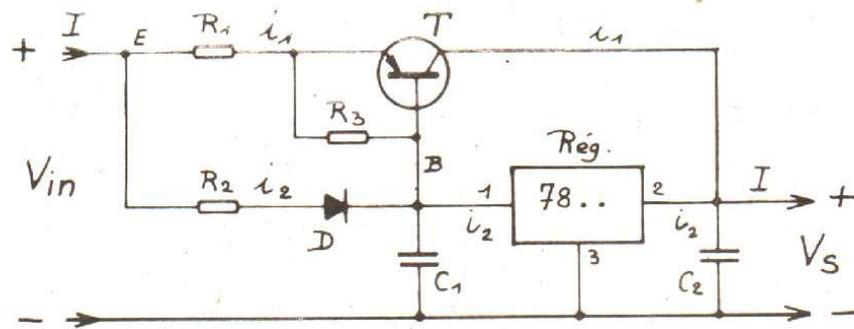
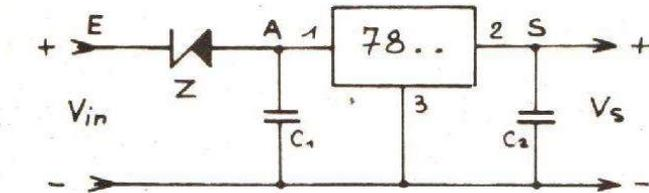
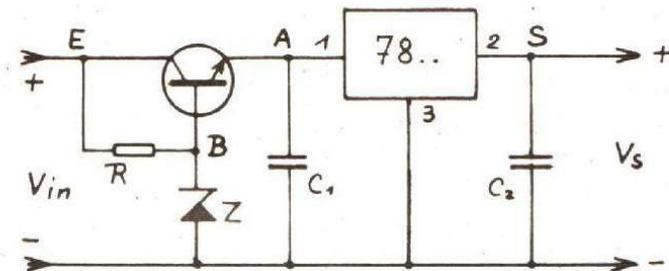

Fig. 5. – Montage régulateur à intensité élevée.
Fig. 6. - Réduction de tension par zener.
Fig. 8. - Réduction de tension par transistor et zener parallèle.
Le schéma proposé est donné en figure 5 et l'on peut constater qu'il suffit d'ajouter au régulateur, un transistor, une diode et deux résistances ! Le très gros avantage du circuit décrit est qu'il permet de conserver les atouts du régulateur seul, à savoir, la protection contre les courts-circuits et la protection en face des températures excessives.
1. Réduction par simple zener (voir fig. 6)
3. Transistor et zener parallèle (voir fig. 8)
forts courants, il apparaît quelques difficultés. Par exemple, si le montage doit chuter la tension d'entrée du système de la figure 5 prévu pour 5 A, le courant de base traversant la zener n'est plus négligeable. Ce fait est accru par la diminution du gain des transistors de puissance. On ne peut plus guère compter que sur une valeur de 50 au mieux. Pour faire passer 5 A dans T, il faut alors $5000/50 = 100 \text{ mA}$ de courant de base et donc de courant zener et l'on se retrouve dans le cas de la figure 6. La figure 8 apporte une solution simple. Le courant de base n'est plus fourni par la zener, mais par R, qui, de plus, alimente cette zener montée en parallèle. La tension au point B est la tension zener. La tension au point A est inférieure de 1 V. La valeur de la résistance peut être calculée par la relation :